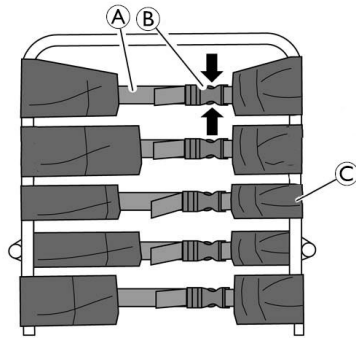

Fig. 4-6
1. Öffnen Sie die Schnallen ②, indem Sie die Haltetaschen zusammendrücken (siehe Pfeile in Abb. 4-6).